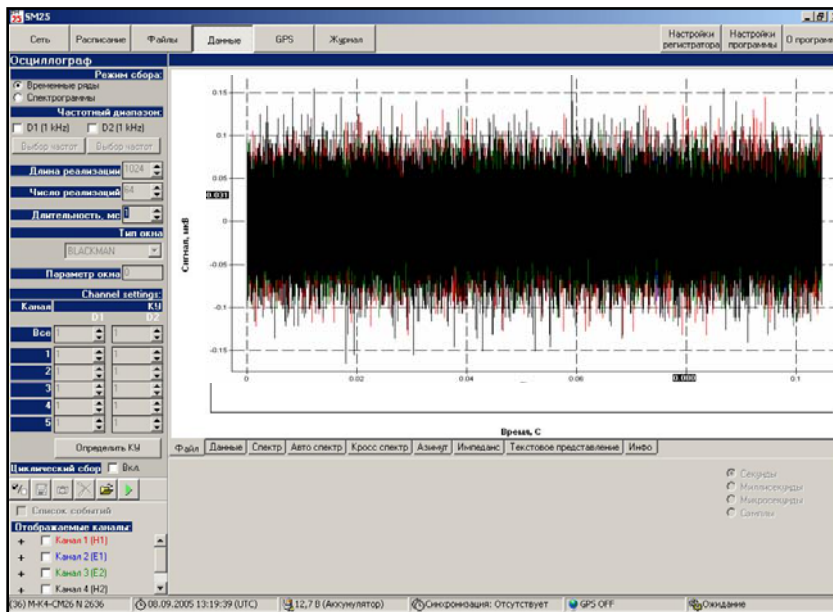

Рисунок 8.7
- Вкладка «Файл» (рисунок 8.7) выводит в графическом виде временной ряд в полном объеме. Вкладка доступна, если при настройке программы (рис. 8.2) установлена метка «Показывать весь файл»;
Войти на вкладку **«Файл»** (рисунок 8.7). Вкладка **«Файл»** модуля **«Данные»** предназначена для просмотра ранее собранных и хранящихся в памяти host PC данных. С помощью кнопки  открыть нужный файл из каталога. После загрузки появится сообщение об имени файла, количестве временных рядов, содержащихся в нем и данные о каналах сбора.